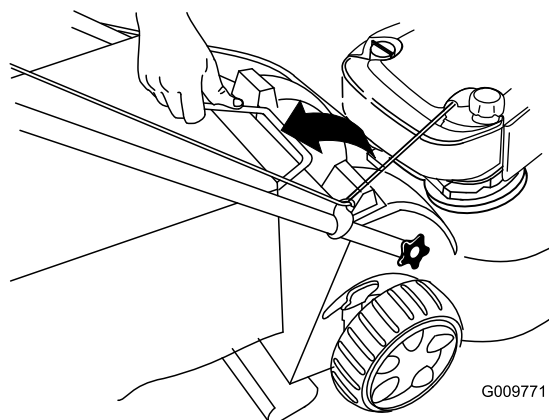

Figure 29
2. Soulevez le bac à herbe par la poignée pour le dégager des rainures en haut de la machine et le retirer (Figure 29).